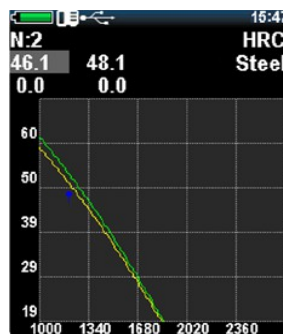

Abb.2.38 - Nach der Korrektur der ersten Probe
6. Verwenden Sie die Taste , um zum nächsten Wert zu gelangen, und drücken Sie , um den ersten Wert zu speichern. Nach der Korrektur des Härtewerts der ersten Probe sieht die Anzeige wie in Abb. 2.38 aus.